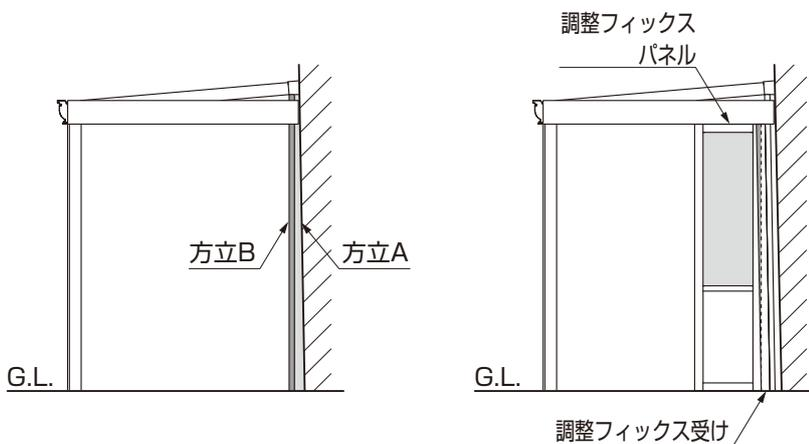

図1-7
- ② 方立だけで躯体の状態を調整できない場合は、調整フィックスパネルと調整フィックス受けの飲み込みで調整してください。(図1-7参照)